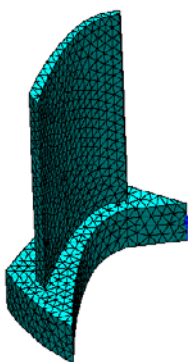

图 1-4 三维实体的单元划分模型
(1) 对于复杂几何构形的适应性：由于单元在空间上可以适用一维、二维或三维的，而且每一种单元可以有不同的形状，同时各种单元可以采用不同的连接方式，所以，工程实际中遇到的非常复杂的结构或构造都可以离散为由单元组合体表示的有限元模型。图 1-4 所示为一个三维实体的单元划分图。